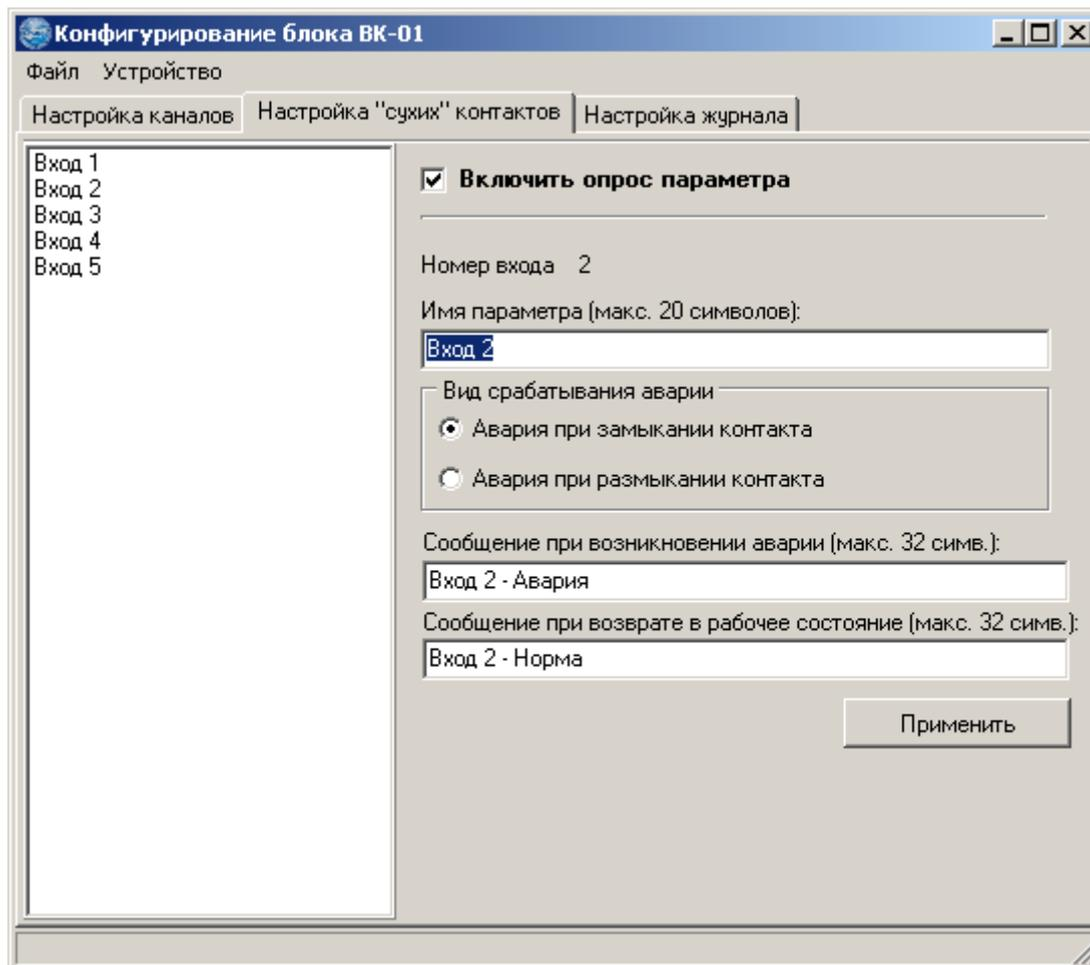

Рисунок 8. Настройка «сухих» контактов
- настройка «сухих» контактов (см. Рисунок 8);